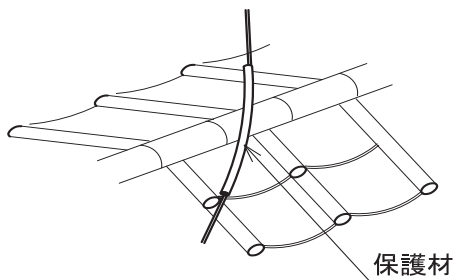

図26
- 固定線が瓦等に接触する箇所には、必ず保護材を設置します。（17 ページ図 26,27 参照）